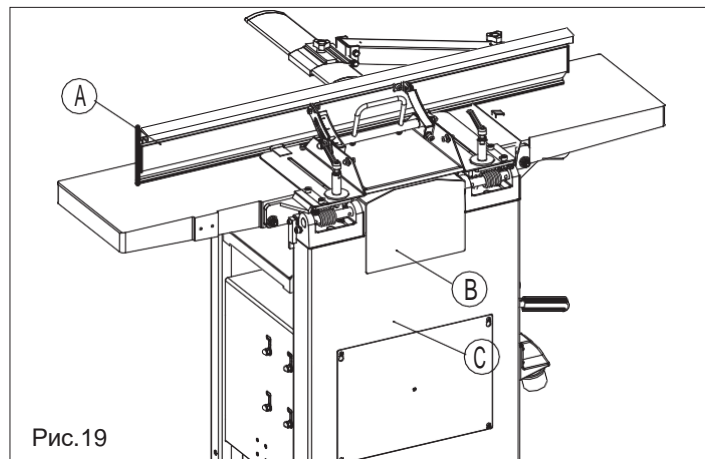

Рис.19
2. Отодвиньте боковой упор "А" (Рис.19) вперед.
3. Снимите боковую панель "Б" (Рис.19) и крышку ремня "В" (Рис.19).